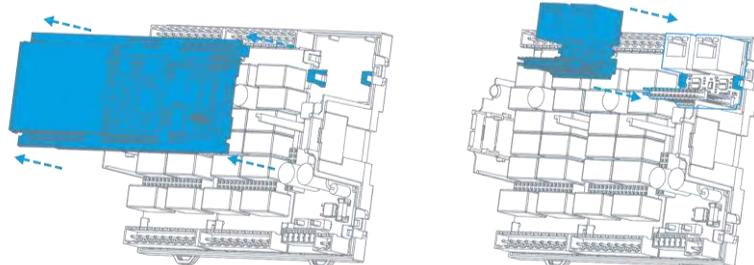

Рис. 63 – Снятие процессорной платы и установка платы сетевого модуля
- Извлеките из прибора процессорную плату, потянув её на себя, и установите в основание корпуса плату сетевого модуля (см. Рис. 63);